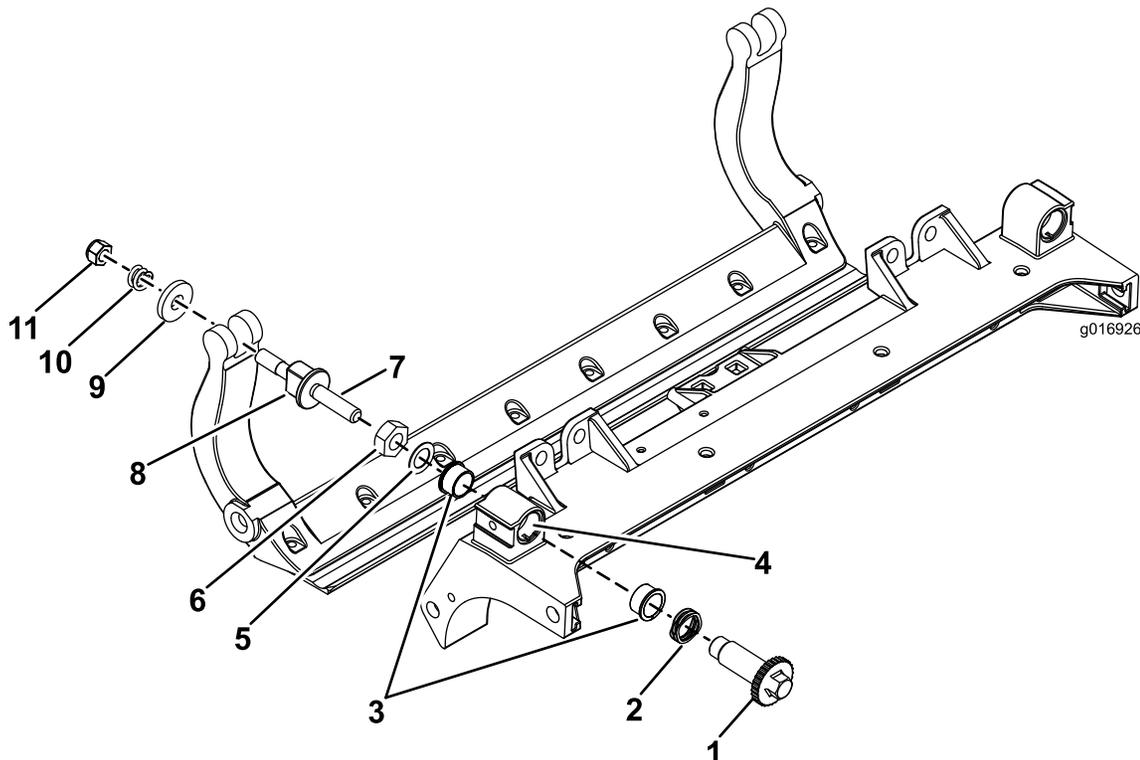

図 36
1. 全部のパーツを取り外すHD DPA キットモデル 120-7230の 取り付け要領書および 図 36を参照。
2. カuttingユニットのキャリアフレームのブッシュ挿入穴に固着防止コンパウンドを塗布する 図 36。
3. フランジブッシュのキーとフレームのキー溝を揃えて、ブッシュを挿入する 図 36。
4. アジャスタシャフトにウェーブワッシャを通し、アジャスタシャフトをCuttingユニットのフレームのフランジブッシュに通す 図 36。
5. 平ワッシャとロックナットでアジャスタシャフトを固定する 図 36。ロックナットを  $2027\text{N}\cdot\text{m} = 1520\text{ft}\cdot\text{lb}$  にトルク締めする。
その外側からスチール製ワッシャを取り付ける 図 36。
11. 各ベッドバーアジャスタアセンブリを締め付けて圧縮スプリングを完全に圧縮し、そこから1/2回転だけ戻す 図 36。